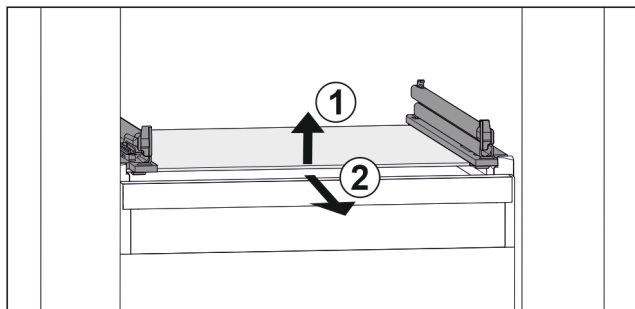

Fig. 108 Exemple de représentation de la tablette en verre
- Soulever la tablette en verre par l'avant. Fig. 108 (1)
- Retirer la tablette en verre par l'avant. Fig. 108 (2)